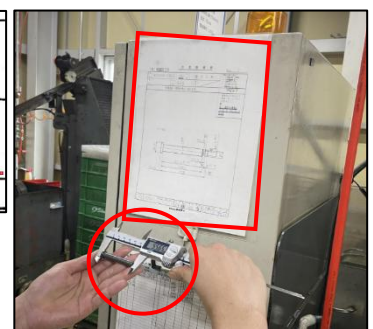

図 5
①「品番・LotNo.」を記入する(図5)。
②手順3で測定した結果を代表の「1個」の寸法を記入する。